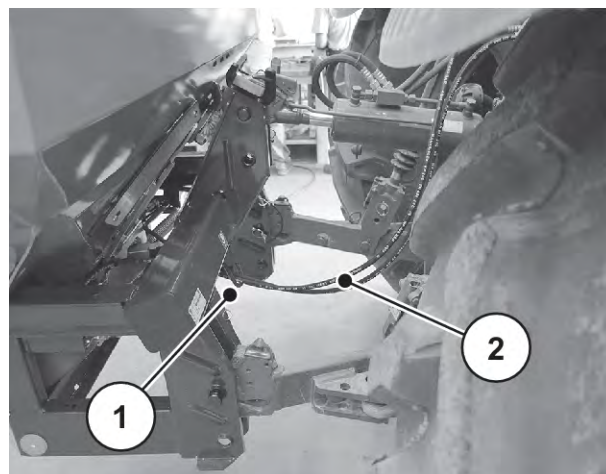

Fig. 23: Førning af hydraulikslanger
- ▶ Før hydraulikslangerne under tværrøret. Se *Fig. 23 Føring af hydraulikslanger*